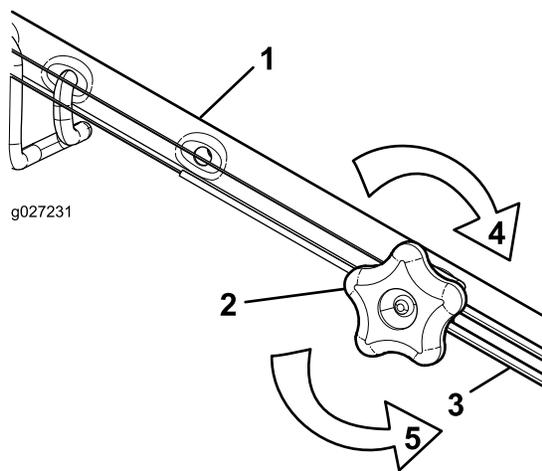

Figure 37
1. Tournez l'écrou de réglage dans le sens antihoraire pour desserrer le réglage du câble (Figure 37).
- Ajustez la tension du câble (Figure 37) en le tirant en arrière ou en le poussant en avant puis en le maintenant à cette position.